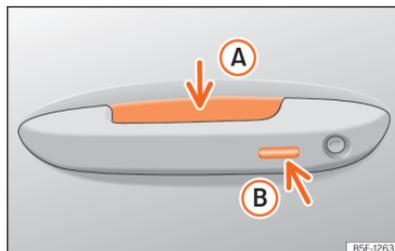

Abb. 72 Türgriff: Sensorflächen.
>>> (Abb. 72)
- Berühren Sie die auf der Außenseite des Türgriffs befindliche Sensorfläche »» (Abb. 72) (B). Alle Blinker leuchten einmal auf.
- Verriegeln Sie das Fahrzeug mit der Taste (B) des Fahrzeugschlüssels.
- Berühren Sie innerhalb von 5 Sekunden einmal die auf der Außenseite des Türgriffs befindliche Sensorfläche »» (Abb. 72) (B). Ergreifen Sie dabei nicht den Türgriff. Das System Keyless Access ist jetzt vorübergehend deaktiviert.
Um mit der **Komfortfunktion** alle elektrischen Seitenfenster und das Glasdach zu schließen, lassen Sie einen Finger einige Sekunden auf der Sensorfläche für Verriegelung »» (Abb. 72) (B) am Türgriff, bis die Seitenfenster und das Dach geschlossen sind.